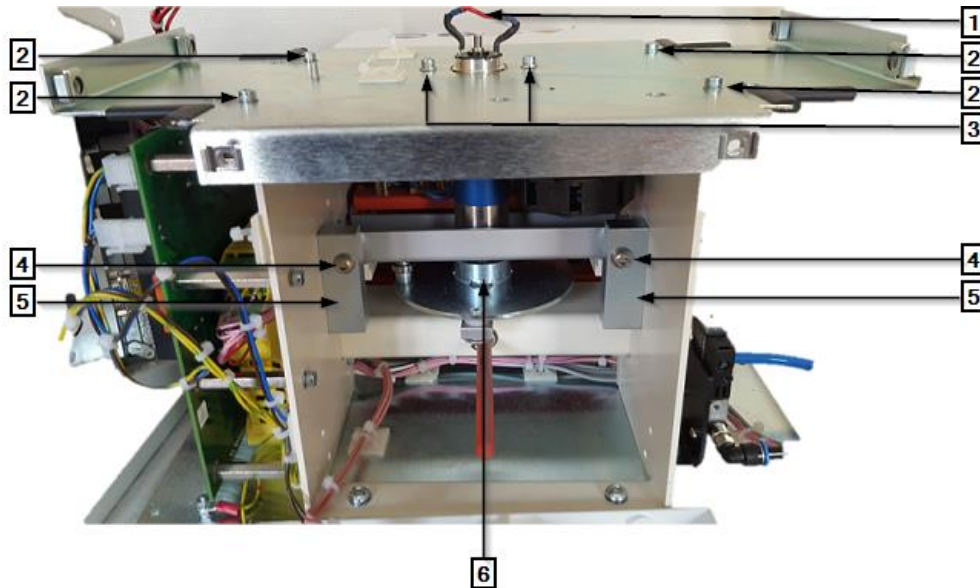

Abb. 72 : Atidengti variklio komponentai (vaizdas iš galo)
- Atidarykite kabelio apkabas tarp procesoriaus ir kondensatoriaus. Daugiau žr. Abb. 72 : Atidengti variklio komponentai (vaizdas iš galo), 104psl.
- Patikrinkite, ar gnybto griovelis prie šildymo kameros yra lygiagrečiai pozicijoje „Krovimas“. Jeigu reikia, sureguliuokite variklio pozicionavimo varžtus (2).
- Priveržkite M6x40 variklio pozicionavimo varžtus (2) ir apsaugines veržles prie variklio komponentų pagrindinės plokštės (1).
- Nustatykite tvirtinimo varžtus prie variklio laikiklio ir juos priveržkite. Žr. Abb. 72 : Atidengti variklio komponentai (vaizdas iš galo), 104psl.